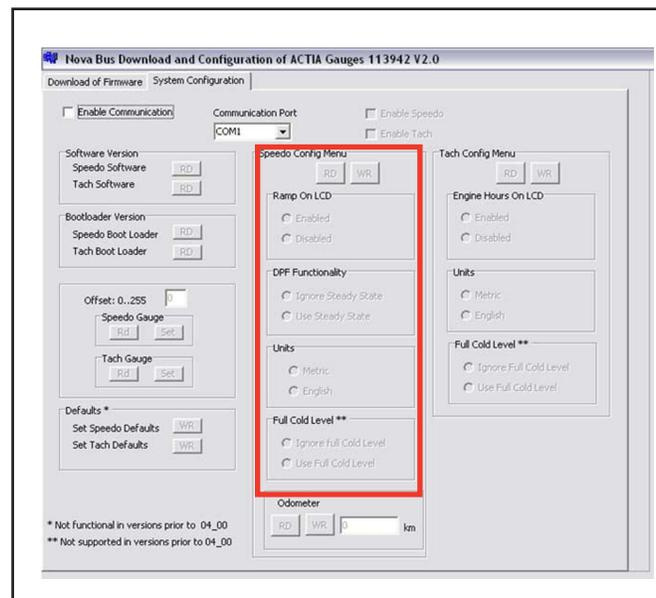

Figure 15 - Fenêtre des paramètres personnalisés
- c. Sélectionner **ENABLE SPEEDO**. (Activé lorsque **ENABLE COMMUNICATION** est sélectionnée) Voir Figure 15.
5. S'il y a lieu, prendre en note les paramètres personnalisés sous le menu **SPEEDO CONFIG MENU**. Voir Figure 15.